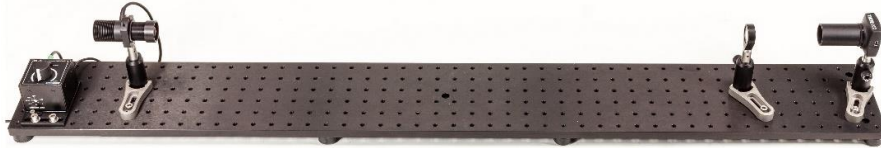

Abbildung 6: Positionierung der LED
- Platzieren Sie den Filter, wie in Abbildung 6 gezeigt, direkt vor der LED, um Streulicht zu verringern.